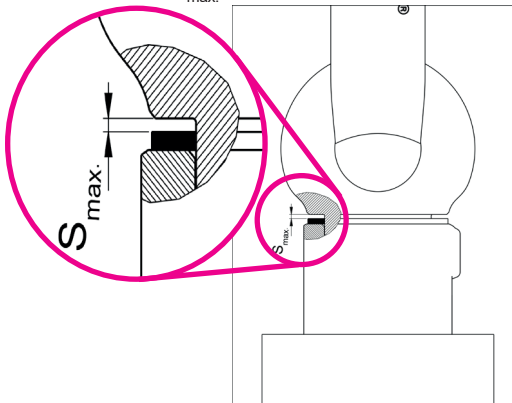

Fig. 13: S_{max} = distancia entre parte superior e inferior
- El juego máximo entre la parte superior e inferior del cáncamo TXP no debe excederse (véase *Fig. 13*).
- Se ha sobrepasado el juego máximo S_{max} entre la parte superior e inferior (Fig. 13):